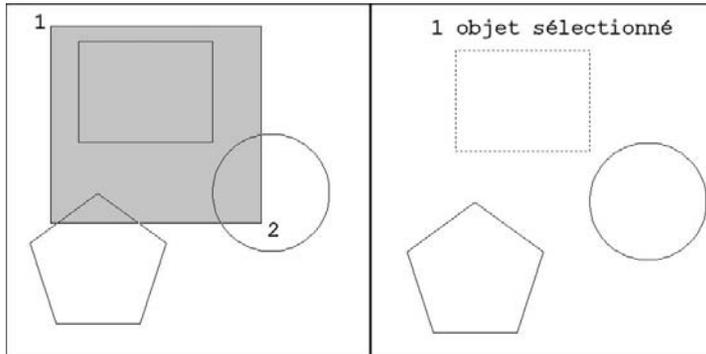

Fig.3.17
- ▶ **Fenêtre** (Window) : permet de sélectionner les entités contenues entièrement dans la fenêtre de sélection. Il convient de pointer un point de base puis d'agrandir la fenêtre de sélection vers la droite (fig.3.17). La fenêtre de sélection est de couleur bleue.